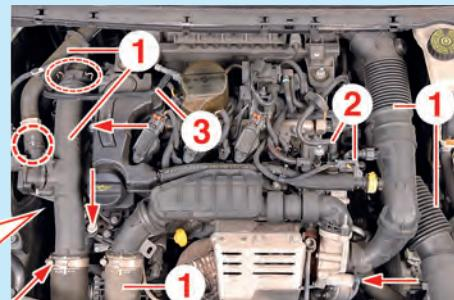

Fig.1
• Déposer les conduits et durits d'air (1) (Fig.1).
- le conduit d'air (2) de la pompe à dépression,
- le conduit d'alimentation en carburant de la pompe haute-pression (3),
- le conduit d'absorbeur des vapeurs de carburant de l'électrovanne (4).